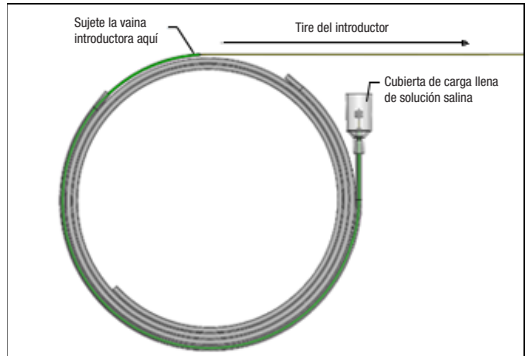

Figura 5: tirones del introductor en dirección proximal para retraer el implante
- Con una mano, sujete la vaina introductora verde, agarre el introductor y tire suavemente en dirección proximal para comenzar a retraer el implante (consulte la Figura 5).